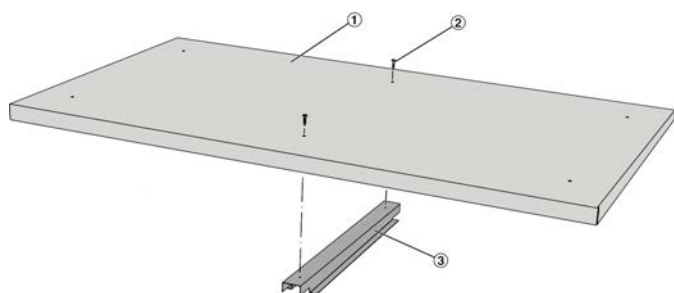

Fig. 14: Fixation du support de toit central
1. ► Fixez le support de toit central (Voir la Fig. 14/3) avec des vis autotaraudeuses (Voir la Fig. 14/2) sur le toit (Voir la Fig. 14/1).